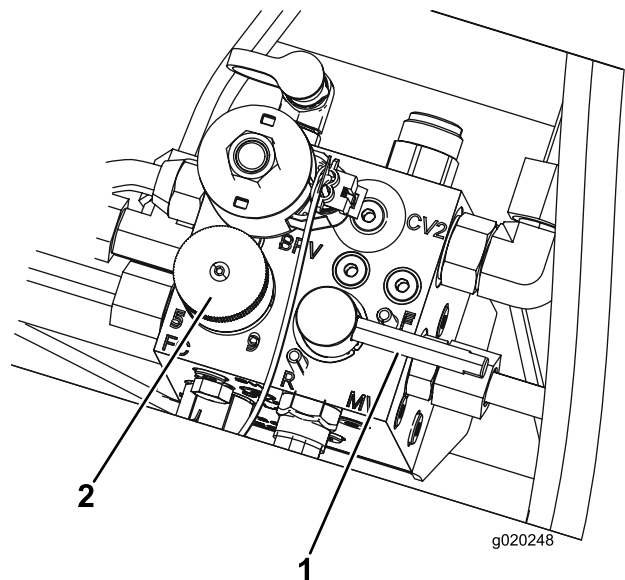

Figura 97
- Ponga el mando de control de velocidad del molinete en la posición 1 (Figura 97).
- Mueva la palanca de autoafilado a la posición R (autoafilado) (Figura 97).